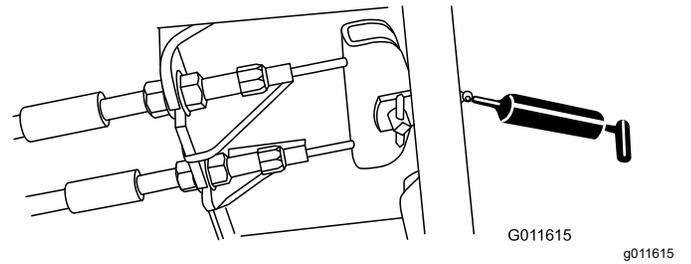

Figura 107
- Pedal de freno (1) (Figura 107)